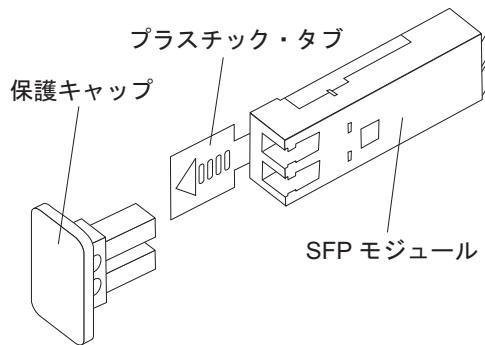

図 27. SFP モジュールのホスト・ポートへの取り付け
4. 所定の位置に確実に収まるまで、SFP モジュールをホスト・ポートに挿入します。59 ページの図 27 を参照してください。